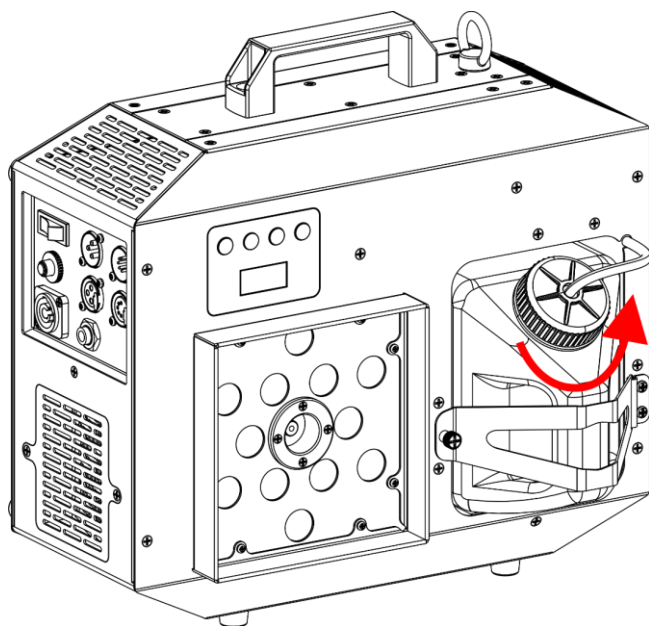

Fig. 06
- 01) Placez l'appareil en position verticale et dévissez le bouchon du réservoir de liquide, comme indiqué sur la Fig. 06.